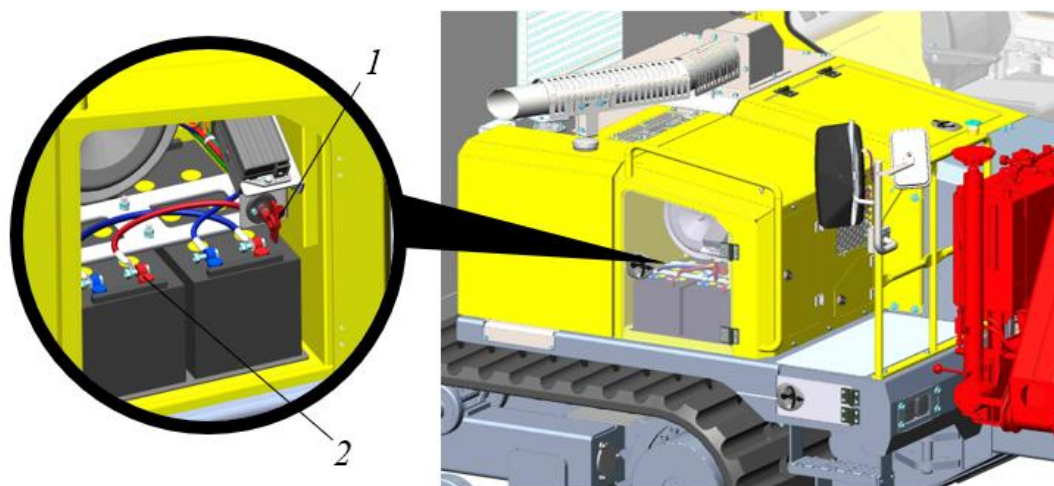

Рисунок 3.50. Подключение кабелей к разряженным аккумуляторным батареям
- ▶ Выключить питание (размыкателем плюс «+» поз. 1, рис. 3.50) гусеничной платформы с разряженными батареями;
Порядок подсоединения: Первый зажим кабеля подключить к положительному выводу «+» от внешнего источника. Второй зажим этого кабеля подключить к положительному выводу «+» (поз. 2, рис. 3.50) разряженной батареи гусеничной платформы. Первый зажим второго кабеля подключить к отрицательному выводу «-» внешнего источника. Второй зажим этого кабеля подключить на корпус стартера или на корпус двигателя машины. **Не допускать контакта полюсных зажимов положительного и отрицательного соединительных кабелей.**